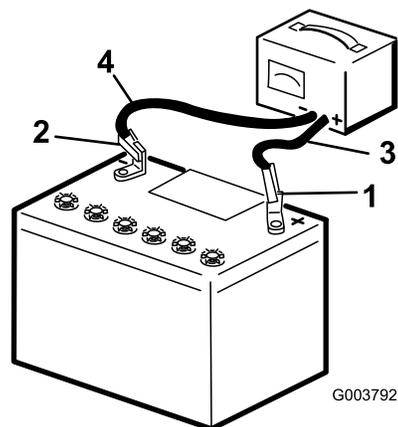

Figure 36
3. Quand la batterie est chargée au maximum, débranchez le chargeur de la prise, puis débranchez les fils du chargeur des bornes de la batterie (Figure 36).
2. Chargez la batterie pendant 10 à 15 minutes entre 25 et 30 A, ou pendant 30 minutes à 6 A (Figure 36). Ne chargez pas la batterie excessivement.